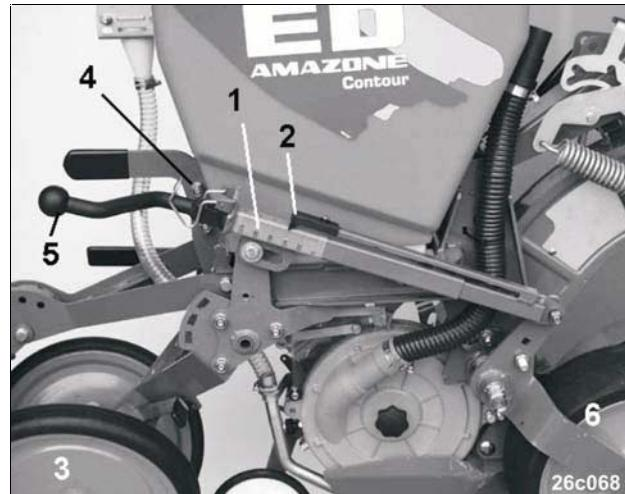

Рис. 79
Числа (0 до 100) на шкале (Рис. 79/1) представляют актуальную глубину заделки. Установленная глубина заделки считывается на ребре (Рис. 79/2).
Установка глубины заделки производится при помощи уплотняющего колеса (Рис. 79/6) и обоих V-образных уплотняющих дисков (в качестве дополнительной оснастки 370-ый уплотняющий диск) (Рис. 79/3). Регулировка глубины укладки производится посредством ходового винта (Рис. 79/5). Для этого:
- Поднимите пружинную скобу (Рис. 79/4). Пружинная скоба предотвращает самостоятельное проворачивание ходового винта.
- Установите необходимую глубину укладки при помощи ходового винта (Рис. 79/5).
- Для фиксирования настройки опустите вниз пружинную скобу (Рис. 79/4).